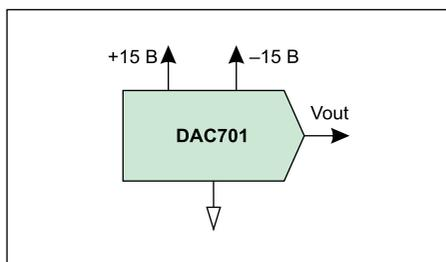

Рис. 5. Схема подключения 16-битного ЦАП DAC701 со встроенным ИОН
- 16 битный DAC701 со встроенным ИОН (рис. 5);